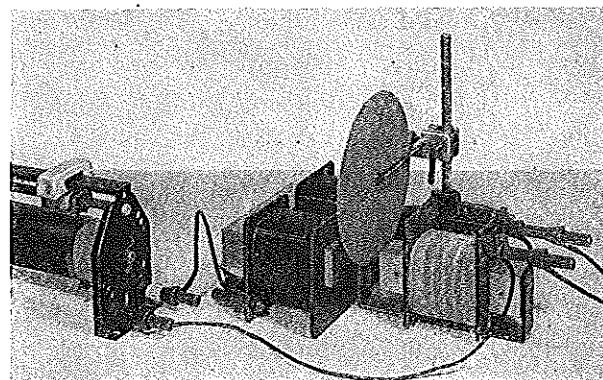

Fig. 2
3. Aufbau zur Vorführung eines Wechselstromzählers (Bild 2)
3. Arrangement to demonstrate an A.C. meter (Fig. 2)
3. Montage pour la démonstration d'un compteur de courant alternatif (Fig. 2)